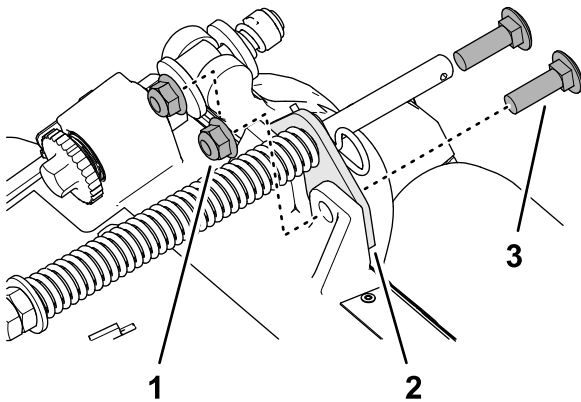

Figura 18
2. Remova as duas porcas de fixação flangeadas (3/8 pol.) e dois parafusos de carroçaria (3/8 x 1-1/4 pol.) que fixam o suporte-compensador da relva à estrutura da unidade de corte (**Figura 18**).